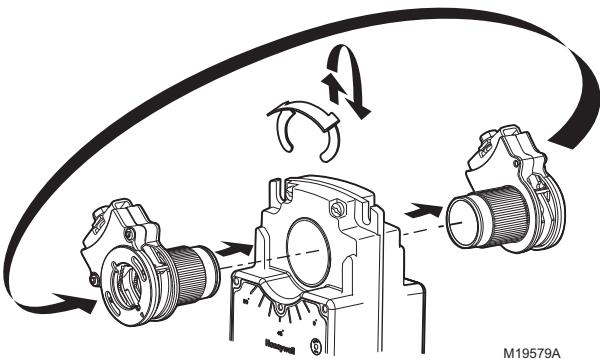

Fig. 31. Colocación del acoplador del eje al actuador en el lado opuesto.
- Desplace el acoplador del actuador al lado opuesto del actuador, tal como se muestra en la Fig. 31.